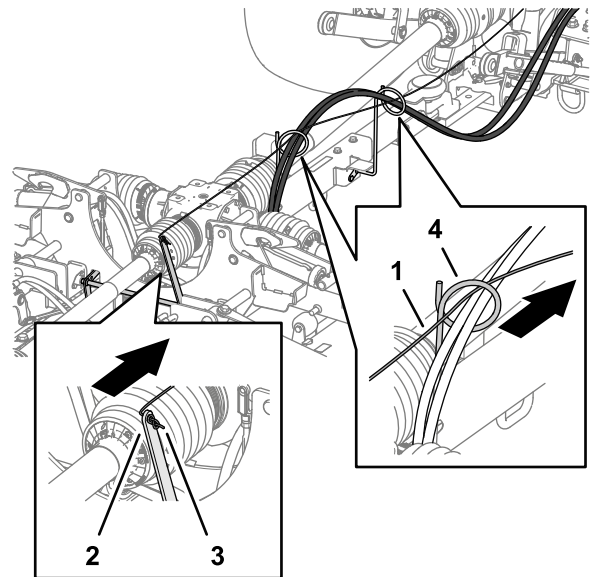

Bild 12
2. Verlegen Sie das freie Ende des Sicherungsseils des Mähwerks vom Sperrhebel durch die beiden Schlauchführungen (**Bild 12**).